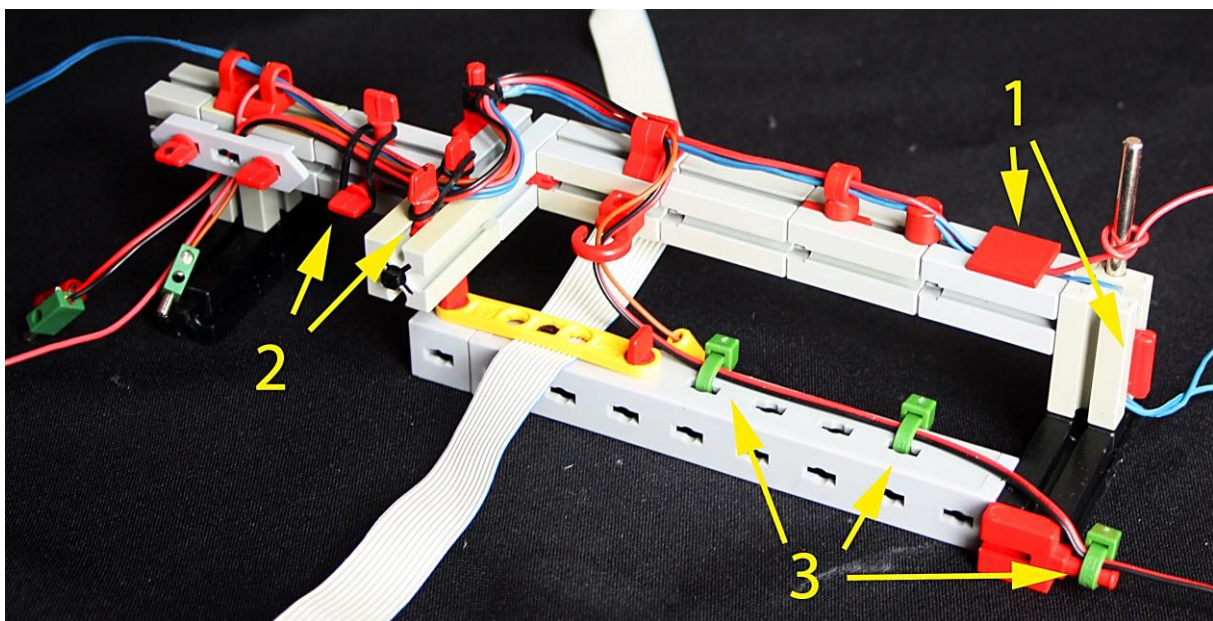

Abb. 2: Manche Führungen fassen nur einzelne Litzen (1) andere ganze Kabelbäume (2) (3).
2. Für größere Kabelbäume nutze ich die Riegel mit Gummiringen. („Loopies“; siehe (2) in Abb. 2).
4. Tipp: immer darauf achten, dass weder die Kabel in sich verdreht sind (siehe in Abb. 2 die rot/schwarze Doppellitze am Statikträger), noch untereinander. Das sieht nicht nur besser aus, sondern
- Kabel kann man auch verknoten (siehe Abb. 2 ganz rechts an der Achse). Das machen sie nicht oft mit, aber für ein Ausstellungsmodell ist das OK.